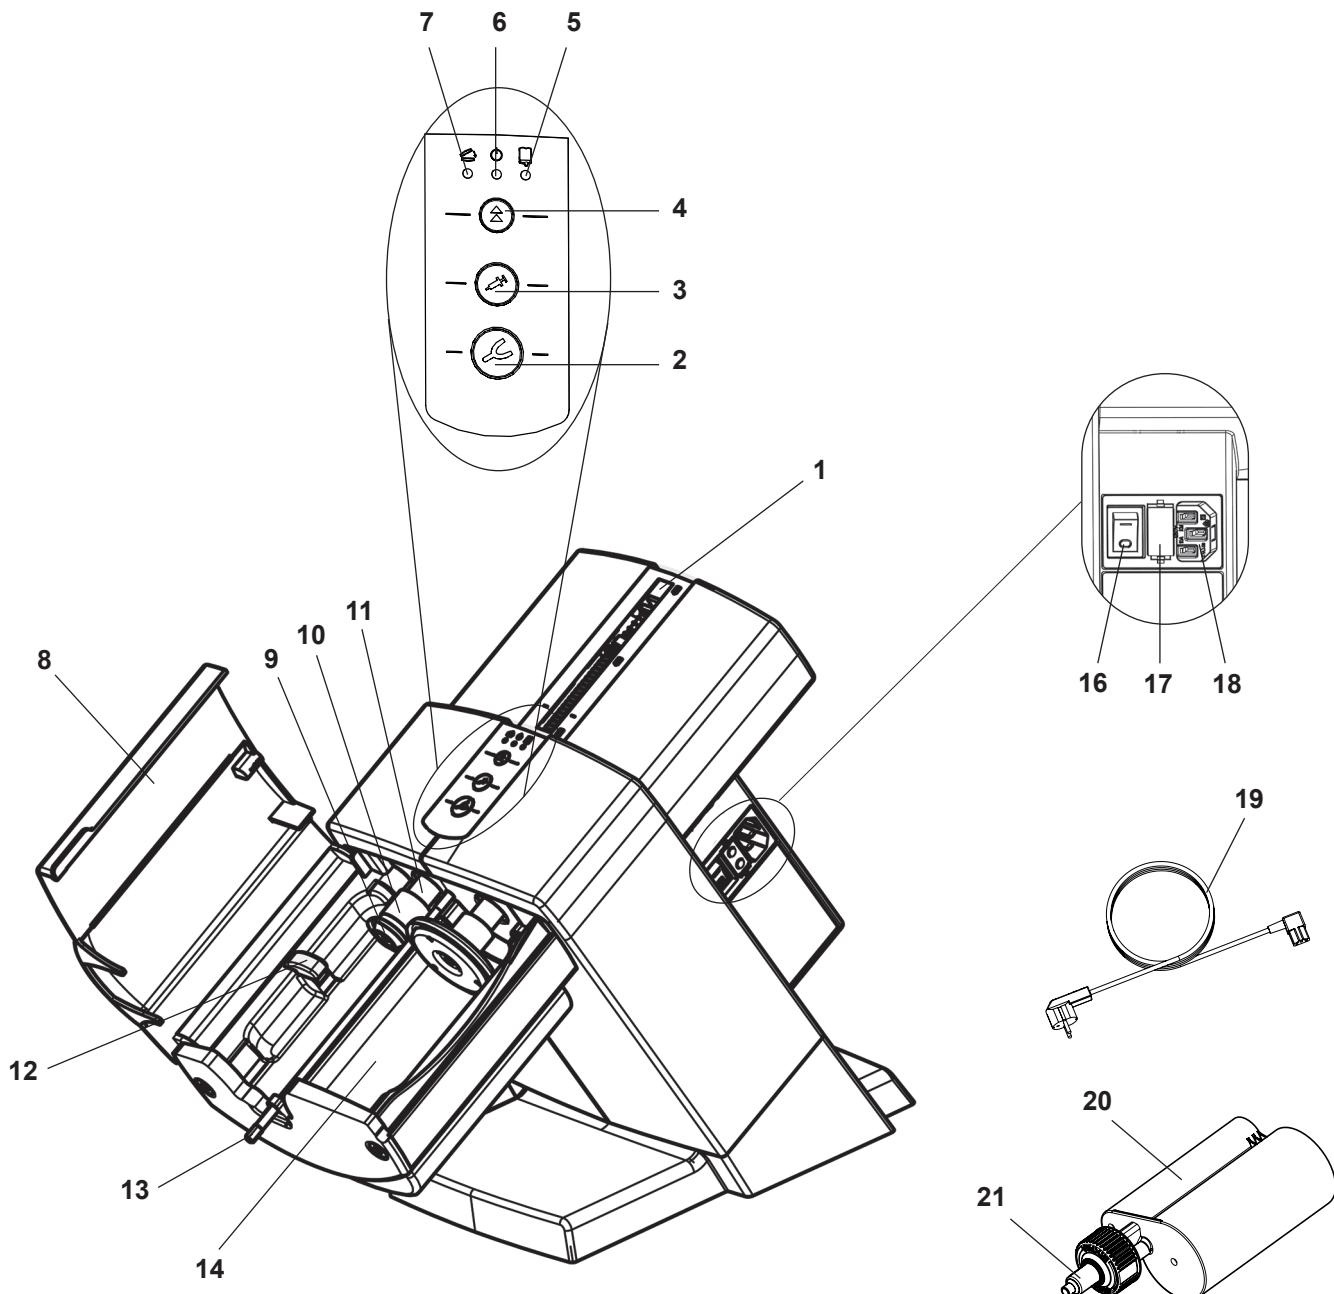

Fig. 1
- ⇒ Introduceți cablul de rețea din pachetul de livrare (19, fig. 1) în fișa racordului la rețea (18).
- ⇒ Conectați aparatul de la întrerupătorul de rețea (16).
- ⇒ Închideți clapeta aparatului (8, fig. 1).
- ⇒ Apăsați tastă de mers înapoi (4).
- ◆ Discurile de presiune (9, fig. 1) se deplasează înapoi până la poziția inițială și se opresc acolo.
- ⇒ Îndepărtați siguranța de transport (23).
Introducerea, precum și schimbarea unui cartuș se pot realiza numai dacă cele două discuri de presiune (9, fig. 1) se află în poziția inițială.
⇒ Închideți clapeta aparatului (8, fig. 1).
⇒ Deschideți clapeta aparatului (8, fig. 1).
Clapeta aparatului se poate închide numai cu cartușul introdus corect. Atât timp cât clapeta aparatului nu este închisă conform prescripțiilor, se aprinde LED-ul roșu „Clapetă aparat deschisă“ (7, fig. 1).
- Lingură de amprentă (2), vitează ridicare de scoatere prin presare sau
- Dispenser (3), vitează scăzută de scoatere prin presare
- ◆ Capul hexagonal de amestecare (13, fig. 1) începe să se rotească și se inserează automat în duza malaxorului (21, fig. 1) și se oprește apoi din nou.